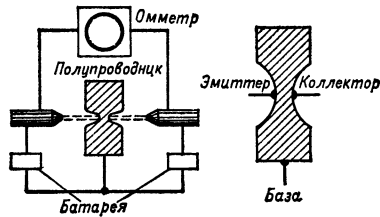

Рис. 38. Процесс изготовления поверхностно-барьерного транзистора и разрез такого транзистора.
**Л.** — Этим инструментом служат очень тонкие струйки жидкости, по которым через германий проходит постоянный ток. В результате электролиза, а именно на этом явлении и основан процесс обработки, атом за атомом отрываются от полупроводника. В конце операции изменяют направление тока, и благодаря тому же электролизу атомы индия из соответствующего электролита осаждаются на поверхность только что вырезанных углублений (рис. 38).